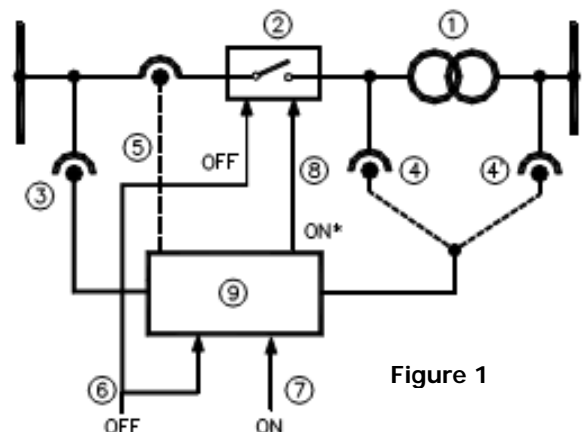

Figure 1
Le système **TRIM3**, matérialisé par le repère (9) sur la figure 1, limite le courant d'appel du transformateur (monophasé ou triphasé) (1) par l'envoi d'une commande d'enclenchement synchronisée au disjoncteur (2). L'instant de fermeture du disjoncteur est synchronisé sur le passage à zéro (depuis l'alternance positive) du signal fourni par le TP (3) monté en amont du disjoncteur. Pour déterminer l'instant approprié de fermeture du disjoncteur, les valeurs de « flux rémanents » dans le noyau magnétique du transformateur sont nécessaires. Ces flux sont déterminés par l'intégration de la tension issue des TP (4), qui peuvent être montés au primaire ou au secondaire (ou tertiaire) du transformateur. Ce réducteur mesure la tension amortie après « déconnexion » du transformateur par la commande OFF (6). Lorsque la tension mesurée sur le transformateur s'amortit à zéro, les valeurs calculées de flux résiduels sont mémorisées dans l'appareil pour la gestion de la prochaine fermeture.